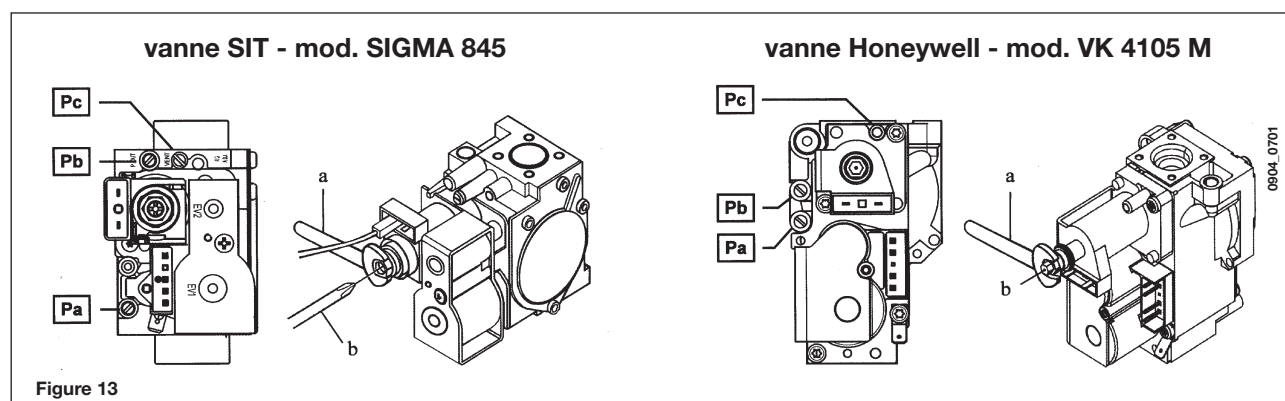

Figure 13
Les modalités d'étalonnage du régulateur de pression sont légèrement différentes en fonction du type de vanne du gaz utilisée (HONEYWELL ou SIT voir figure 13).
C) Étalonnage du régulateur de pression (Figure 13)